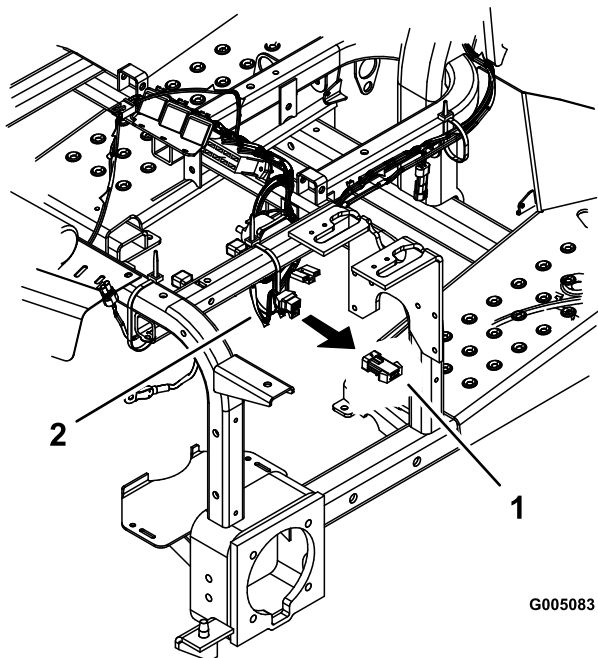

図 33
5. コントロール・パネル下のメイン・ハーネスから、ジャンパ線を外す (図 33)。